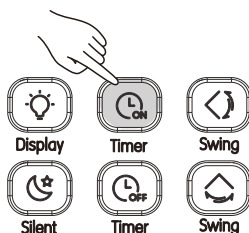

Abb. 3.17
1. Drücken Sie  (siehe Abb. 3.17). Auf der Fernbedienung wird "Timer On" angezeigt, und im Timerbereich erscheint "0.0h".